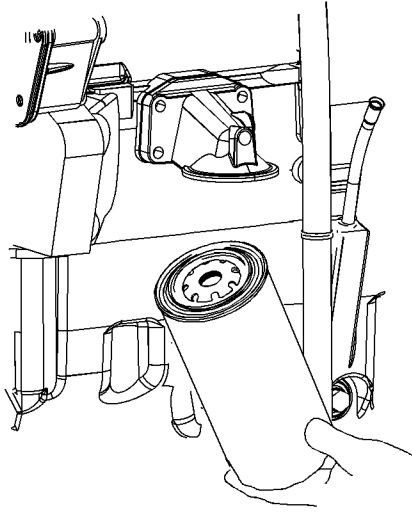

图 35 典型实例 g02659217
注:某些机油滤清器可垂直安装。请参看图 35。从步骤 (1) 开始，拆卸和安装机油滤清器。